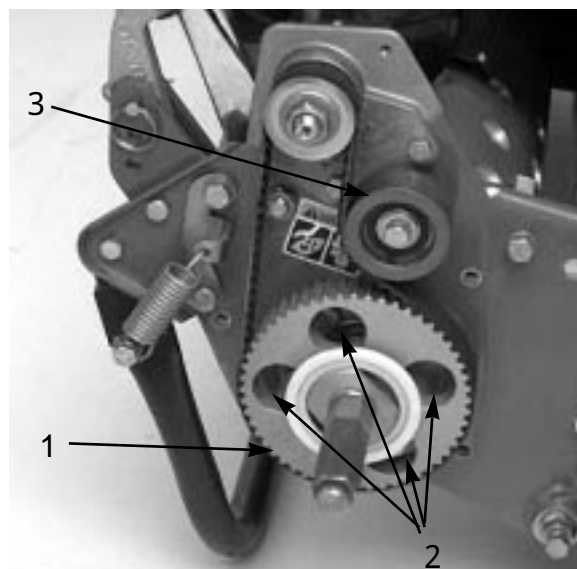

図 10
7. ドライブ・プーリを回して、4つの穴とローラーベアリング・フランジ・ネジの穴を整列させる(図10)。
11. ベルトの張りを調整し、アイドラ・プーリ・ネジを締めて終了(図10)。